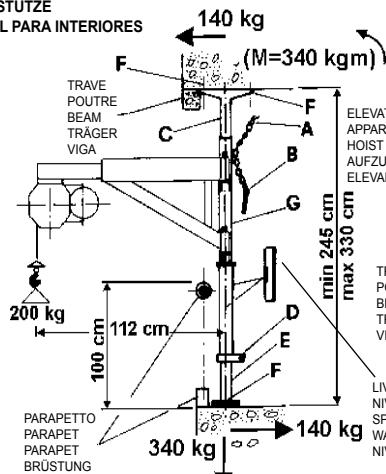

Fig.1
- La capacidad indicada en las fig. 1, 2, 3, 4, 5, 6 y 9.
#### **5.1 Reglas que deberán ser respetadas para la instalación del PUNTAL PARA INTERIORES (Ref. fig.1)**
Después de haber controlado la idoneidad de los apoyos para soportar los esfuerzos indicados en fig.1, situar horizontalmente el puntal sobre el piso.
Después de haber controlado la idoneidad de los soportes para resistir los esfuerzos indicados en fig.1, fig.2 y fig.3, retirar la chaveta "A", instalar el alargador en los pernos "B" y colocar nuevamente la chaveta "A".
**El uso de los alargadores reduce la capacidad de los sistemas de anclaje por lo que, para garantizar adecuados niveles de seguridad, es indispensable tomar escrupulosamente como referencia los datos indicados en las fig.1, 2, 3, 4 y 7.**